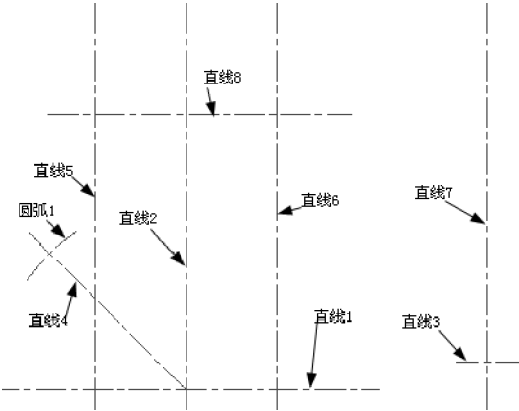

图 5-14 偏移构造直线
(3) 偏移构造直线
① 单击【修改】工具栏 | 【偏移】按钮  或在命令行执行 OFFSET/简写形式 O，偏移距离设为 50，偏移对象为直线 1，指定偏移的一侧：单击左侧，得到直线 5。
② 按空格键或回车后继续以直线为偏移对象，指定偏移的一侧：单击右侧，得到直线 6。
③ 按上述方法可以得到直线 7、直线 8，偏移对象分别为直线 1、直线 2，偏移距离分别为 165、150，所得结果如图 5-14 所示。